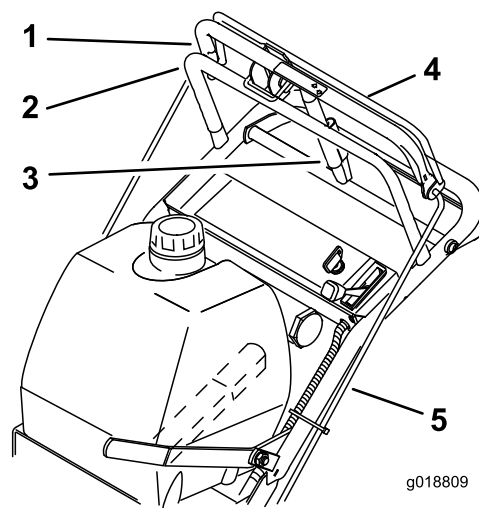

Figure 22
- Vérifiez l'espace entre la barre de commande supérieure et la barre fixe quand la transmission aux roues est complètement embrayée. L'espace doit être d'environ 25 à 32 mm (1 à 1-1/4 po); voir Figure 22.